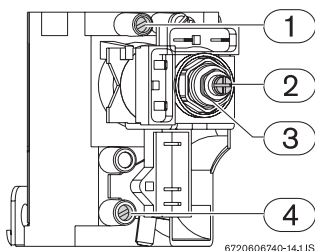

Fig. 3 Punti di controllo/regolazione gas
- Con una chiave di misura corrispondente, ruotare il dado (Fig. 3, pos. 3) Regolare la pressione fino a raggiungere i valori indicati nella tab. 1.
- Tenere fermo il dado (Fig. 3, pos. 3) con una chiave di misura corrispondente.
- Con un cacciavite **non magnetico** ruotare la vite (Fig. 3, pos. 2).